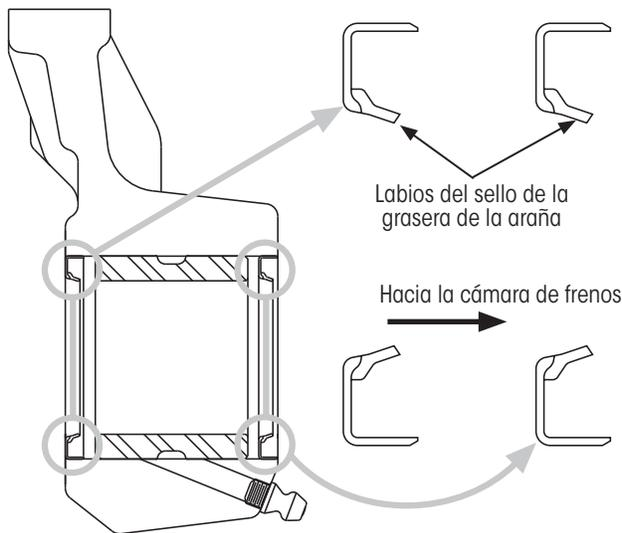

Figura 13: Orientación del sello de la graseira de la araña
AVISO: Los labios de ambos sellos deben orientarse hacia adentro, en dirección a la cámara de freno (Figura 13). La orientación del sello dirigirá cualquier exceso de grasa lejos de las zapatas de freno.
- B. **Aplique grasa** al buje de la araña de la leva-S y al ensamble del buje del soporte de la leva-S hasta que la nueva grasa se purgue por los sellos internos. Cuando los sellos están instalados correctamente, la grasa se purgará por el lado interno del buje, alejada de los frenos y hacia la matraca (Figura 13).